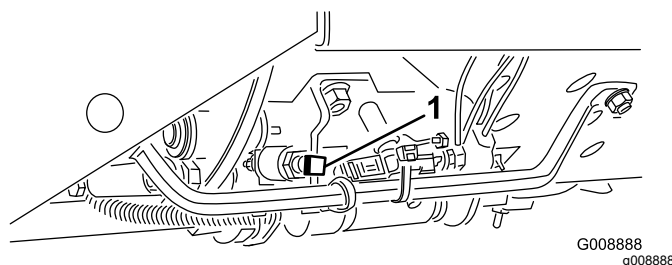

Figure 20
**Important:** La vitesse de tonte est réglée à l'usine à 9,7 km/h. Vous pouvez l'augmenter ou la réduire en réglant la vis de butée de vitesse (Figure 20).